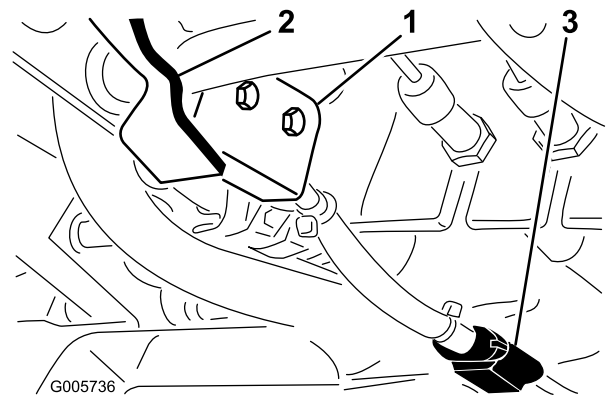

Figura 72
1. El espacio entre la pala de pivote del eje del freno de estacionamiento y la parte inferior del interruptor de seguridad (Figura 72) debe ser de aproximadamente 1,6 mm (la pala no debe tocar el interruptor).